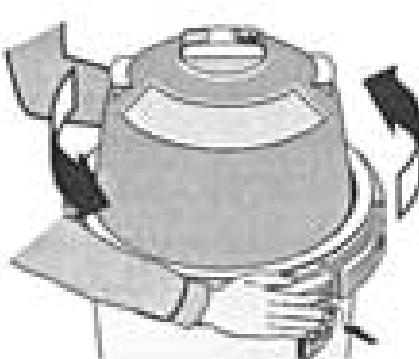

Рисунок 4: для размыкания резьбового кольца прижать накладку.
- а) надавить на предохранительную накладку в направлении к фильтровальному котлу (см. рис.4).